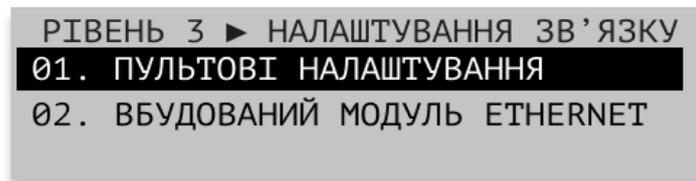

Рисунок 10.12.1 – Налаштування зв'язку
10.12.1 В розділі «Налаштування зв'язку» виконується налаштування вбудованого модуля Ethernet та здійснюються загальні пультові налаштування (зв'язок з ПЦПС). Вікно налаштування зв'язку наведено на Рис. 10.12.1.